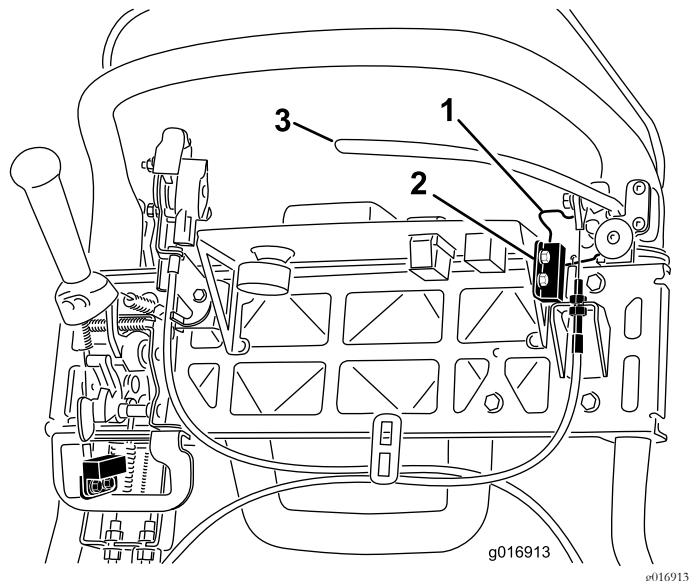

图42
4. 松开联锁开关紧固件(图42)。
5. 在手刹锁定装置与联锁开关之间放入 1.6mm 厚的塞尺(图42)。